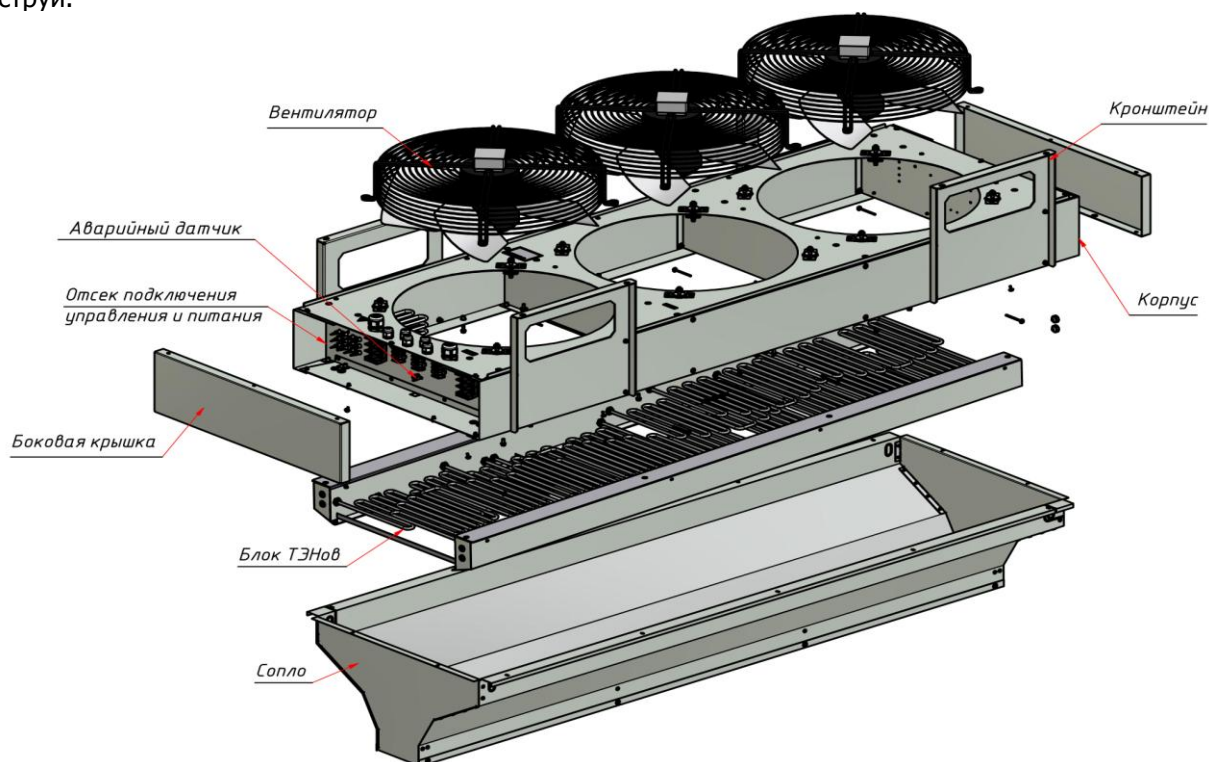

Рис. 1 5.3 Управление завесами
5.1 Завеса состоит из прочного корпуса, выполненного из оцинкованной или нержавеющей стали. Корпус оборудован специальными осевыми вентиляторами, обеспечивающими необходимый расход воздуха. Внутри корпуса расположены трубчатые электронагревательные элементы (ТЭНы) (рис.1).